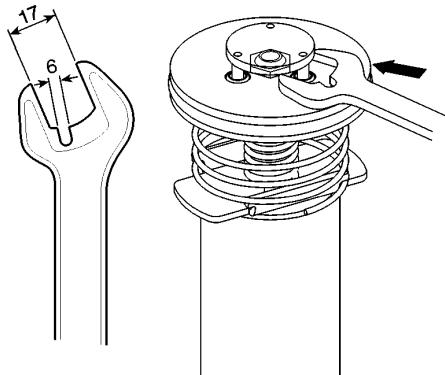

Fig. 9
1. Secure the air motor body (14) to the vice and unscrew the air motor dolly (1) using a jointed v-key in the holes on the top of the air motor dolly and remove it.
2. Check the upper spring (2) and the spring stop (3) inside the air motor dolly (1). Replace in case of damage.
3. Dismount the lower circlip (5) and muffler (6) and pull up the inverting set (4) until the hole in pump piston (9) gets visible in the opening where the muffler was dismounted. Introduce a steel rod (8 mm) in the hole to lock the piston.
4. Use a prepared 17mm wrench (see fig. 9) to disassemble the inverting set (4).
1. Fijar el cuerpo motor (14) adecuadamente y desenroscar la cazoleta (1) usando una llave articulada en los agujeros en la parte superior de la cazoleta y quitarla.
2. Verificar el muelle superior (2) y el tope muelle (3) en la cazoleta (1). Sustituir en caso de deterioro.
3. Desmontar el anillo de seguridad (5) inferior y el silenciador (6) y tirar el conjunto inversor hacia arriba hasta que el agujero en el vástago (9) quede visible en la apertura donde el silenciador fue quitado. Introducir una varilla acerada (8mm) en el agujero del pistón para bloquear el mismo.
4. Desenroscar el conjunto inversor (4) con una llave fija de 17mm preparada (Fig. 9).
1. Fixer correctement le corps moteur (14) et desserrer la cassolette (1) à l'aide d'une clé articulée au niveau des trous qui se trouvent sur la partie supérieure de cette dernière et la retirer.
2. Procéder au contrôle du ressort supérieur (2) ainsi que de la butée de ce dernier (3) qui se trouvent dans la cassolette (1). Remplacer ces pièces si nécessaire.
3. Démonter l'anneau de sécurité (5) inférieur et le silencieux (6) et tirer l'ensemble inverseur vers le haut jusqu'à ce que l'orifice du piston (9) soit visible et ce, au niveau où le silencieux a été enlevé. Introduire une baguette en acier (8mm) dans l'orifice du piston pour bloquer ce dernier.
4. Desserrer l'ensemble inverseur (4) à l'aide d'une clé fixe préparée de 17 mm (voir Fig.9).
1. Den Luftmotor (16) sichern und die 4 Schrauben (13) lösen, um den Deckel zu entfernen.
2. Die obere Feder (2) und die Federhalterung (3) innerhalb des Deckels überprüfen. Falls beschädigt, ersetzen.
3. Die untere Feder (15) und den Dämpfer (14) entfernen und den Umkehrschalter soweit herausziehen, bis die Öffnung im Pumpkolben sichtbar wird, aus der der Dämpfer entfernt wurde. Eine 8 mm Stahlstange in dieses Loch einführen, um den Kolben zu blockieren.
4. Mit einem vorbereiteten 17mm-Schraubenschlüssel (Bild 9), wird der Umkehrschalter (4) abgeschraubt.